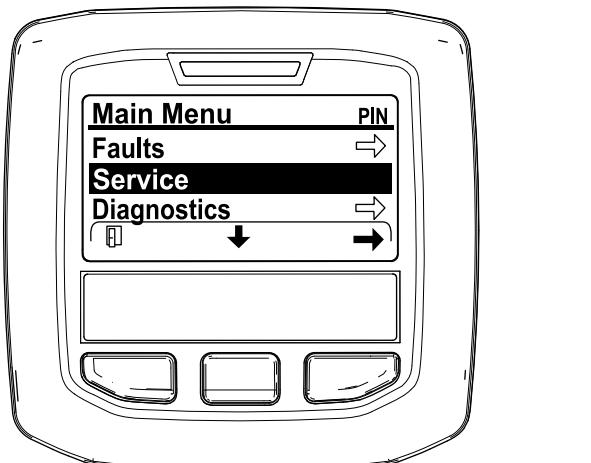

Figura 43
- Vá até ao MENU PRINCIPAL, prima o botão central para ir até ao MENU DE MANUTENÇÃO e prima o botão direito para selecionar a opção de MANUTENÇÃO (Figura 43).